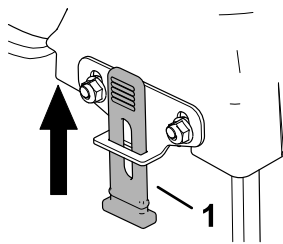

Figure 8
2. Installez un loquet en caoutchouc sur chaque plaque (Figure 8).